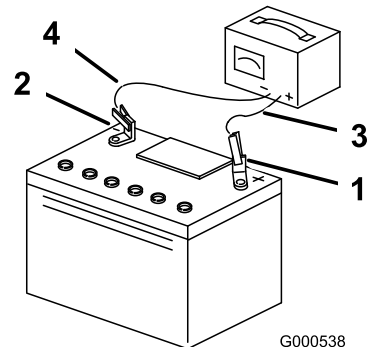

Figura 49
3. Atunci când bateria este complet încărcată, deconectați încărcătorul de la priza electrică, apoi deconectați cablurile încărcătorului de la clemele bateriei (Figura 49).